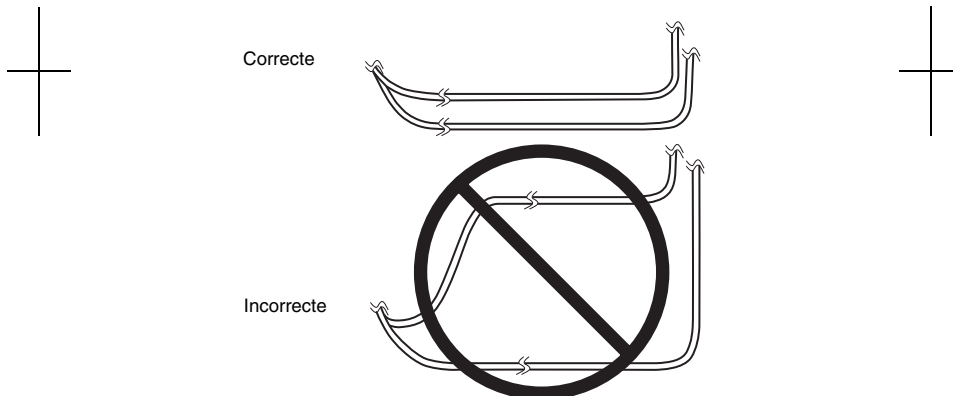

Figure 5. Trajet des deux électrodes.
- Si deux électrodes sont implantées, réduire la distance entre elles (Figure 5). Si les électrodes sont tunnellisées en boucle et que le patient est exposé à des sources d'interférences électromagnétiques (système de détection de vol par exemple), il pourra ressentir une augmentation temporaire de la stimulation décrite comme inconfortable par certains patients (sensation de secousse ou de choc).